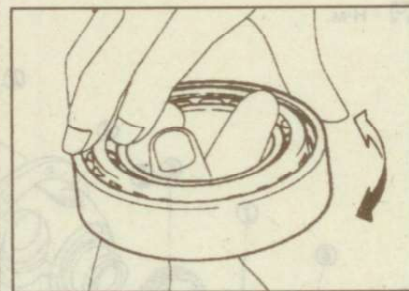

Рис. 9.130. Проверка подшипника
• Убедитесь, что подшипник вращается равномерно без аномального шума и не имеет следов растрескивания, точечной коррозии или износа (рис. 9.130).